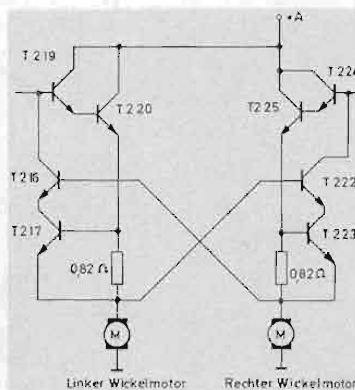

Bild 16 Schaltung „Strombegrenzung“
5.2 Die Strombegrenzung (Schaltungsauszug Bild 16)